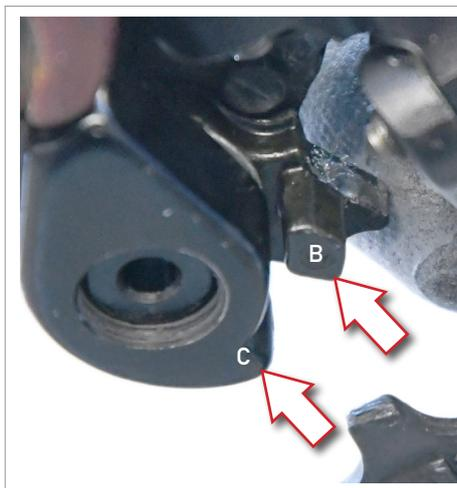
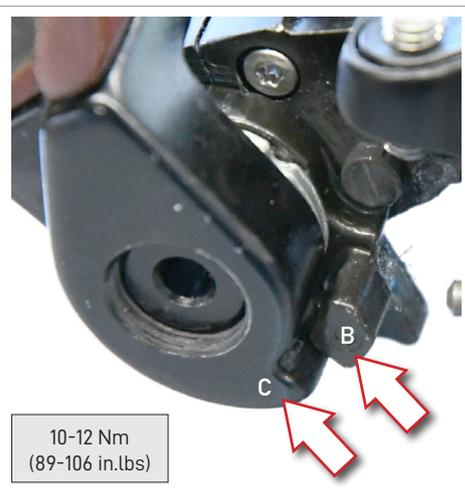

Fig.5
Fig.6
- En fase de montaje, asegúrese de que el diente del cambio (B - Fig.5) se apoye correctamente en el diente que hay en la patilla del cambio (C - Fig. 6).